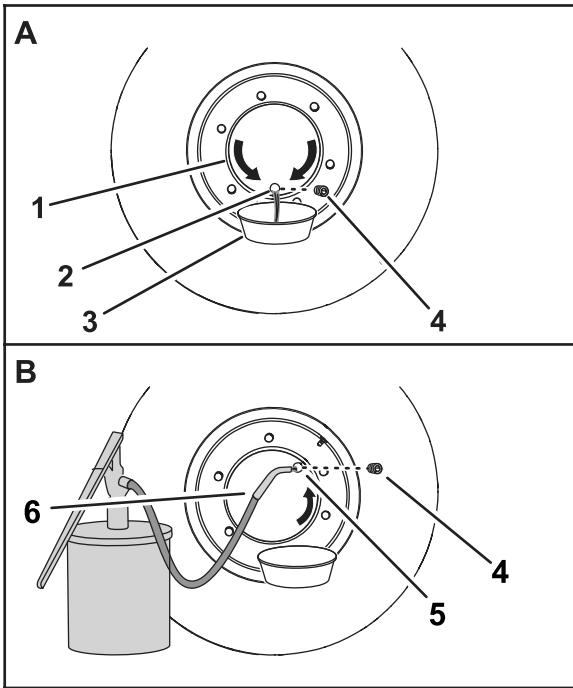

Figura 94
3. Mueva la máquina hacia adelante o hacia atrás hasta que el tapón esté en la posición de las 6 (Figura 94).
4. Coloque un recipiente debajo del orificio de aceite del cubo de la rueda (Figura 94).
5. Retire el tapón y drene el aceite del planetario (Figura 94).
7. Mueva la máquina hacia adelante o hacia atrás hasta que el tapón esté en la posición de las 2 (Figura 94) o las 10.